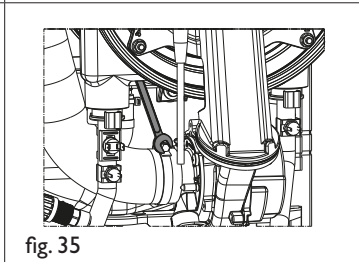

fig. 35
- Allentare le vite e sfilare il tubo di aspirazione dell'aria (fig. 35)